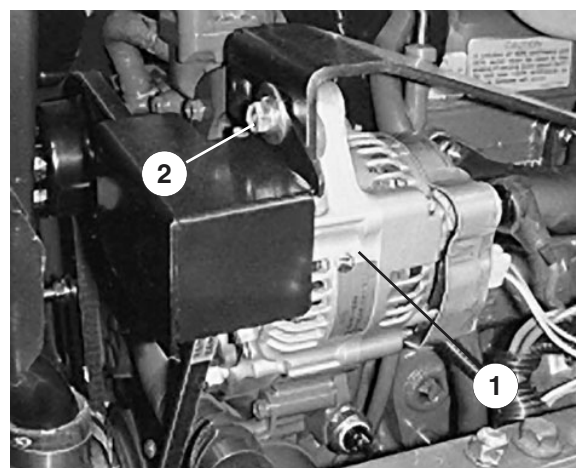

Figure 33
2. Lorsque la tension est correcte, la courroie présente une flèche de 10 mm quand une force de 4,5 kg est exercée à mi-chemin entre les poulies (Fig. 33).
4. Desserrez le contre-écrou qui fixe la poulie de tension réglable (Fig. 33). Poussez la poulie de tension contre la courroie jusqu'à obtention de la
flèche correcte, puis resserrez le contre-écrou (Fig. 33).